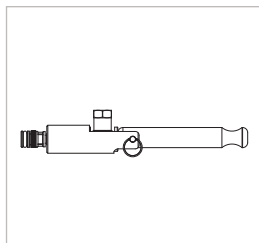

Figure 2
- ▶ Amenez le levier de serrage (Pos. 2) en position de sortie droite (Figure 2).